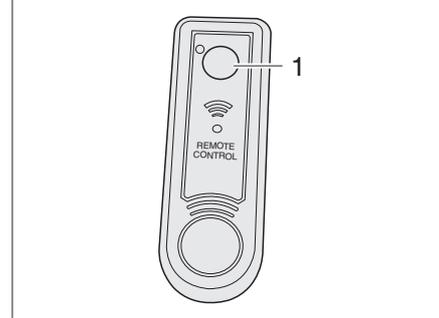

Bild 109 Fernbedienung Leuchte im Aufstelddach
- Knopf (Bild 109,1) drücken, um die Leuchte ein- bzw. auszuschalten.